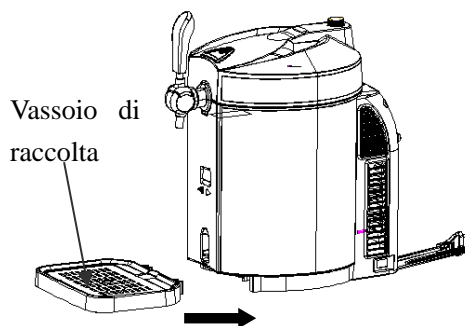

Figura 7
3. Impostare la vaschetta di raccolta nell'apposita fessura. (Come mostrato in figura 7)